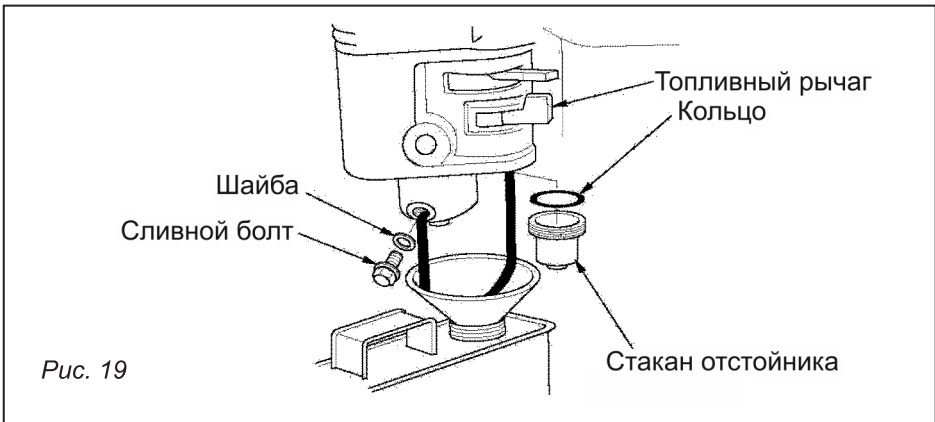

Рис. 19
#### 8.4. Очистка фильтра-отстойника карбюратора (рис. 19)
- Слейте топливо. Закройте топливный кран, снимите отстойник, слейте из него топливо, поместите специальную емкость под карбюратор и слейте в нее топливо, открыв топливный кран. Установите отстойник на место. Выверните сливной болт карбюратора и слейте из него топливо (см. рис. 19).